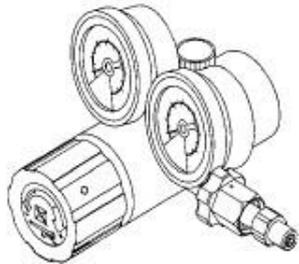

Abb. 1-17. Druckregler
c. Druckregler - Bestellnr 22-895400 (Abb. 1-17). Der Druckregler ist eine eigenständige, direkt wirkende Einheit, die hauptsächlich für die Benutzung mit einem SCBA-Zylinder (eigenständiges Atemgerät) ausgelegt ist. Eingangsdrücke bis zu 6.000 psi (413,7 bar) können auf konstante Arbeitsdrücke bis 250 psi (17,2 bar) geregelt werden. Der Druckregler ist passend für eine CGA-346/347 Adapterarmatur ausgelegt.